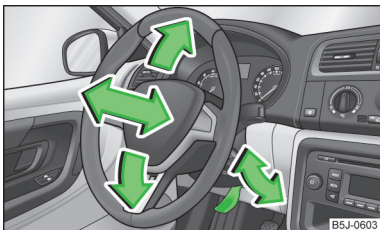

Fig. 2
- Rabatați în jos maneta de sub volan » fig. 2.